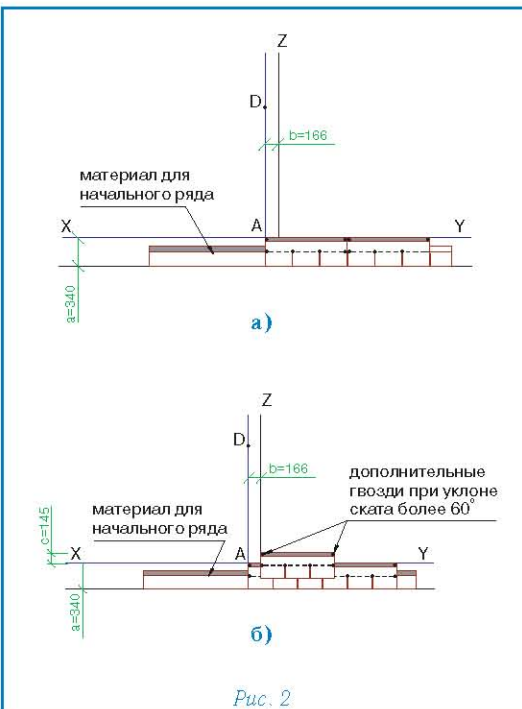

Рис. 2
### Укладка материала (рис. 2)
- По линии карниза укладывается специальный самоклеящийся рулонный материал для начального ряда, при этом предварительно снимается защитная пленка с его изнаночной стороны (рис. 2а);
- укладка черепицы начинается от линии AD, при этом ее верхний край выравнивается по линии XY (рис. 2б);
- следующий ряд укладывается от линии Z (со смещением 16,6 см от AD) (рис. 2б);
Каждый лист черепицы ПРЕСТИЖ ЭЛИТ крепится 4 гвоздями (ось гвоздей на линии битумных клеевых полос) таким образом, чтобы гвоздь прошивал и верхний край нижележащего листа черепицы (рис. 2б).